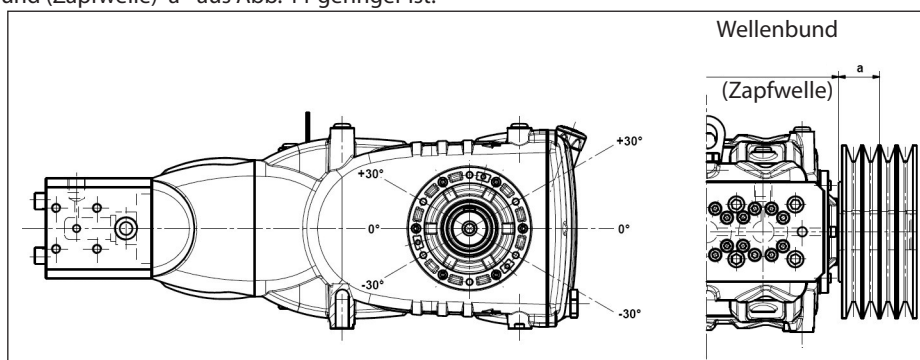

Abb. 11
Die radiale Belastung der Welle darf 7500 N (für die Definition der Anordnung erforderlicher Wert) nicht übersteigen. Der Antrieb gilt als richtig bemessen, wenn die Belastung bei einem maximalen Abstand $a=40$ mm vom Wellenbund (Zapfwelle) angewandt wird, siehe Abb. 11.
- b) Verwenden Sie Hochleistungsriemen - zum Beispiel **XPB** statt **SPB** - da hierbei weniger Riemen bei gleicher Leistungsübertragung benötigt werden und der Abstand zum Wellenbund (Zapfwelle) "a" aus Abb. 11 geringer ist.
- e) Folgen Sie der Spannungsrichtung des Riemens lt. Angaben in Abb. 11. Wenden Sie sich bei anderen Anforderungen an die **technische Abteilung** oder den **Kundendienst**.